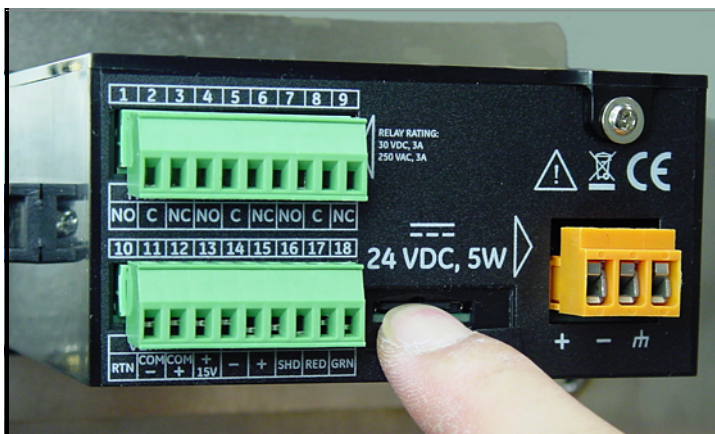

Рисунок 50: Втапливание карты MicroSD
2. Вталкивайте карту памяти до защелкивания, а затем отпустите её (см. *Рисунок 50* ниже).